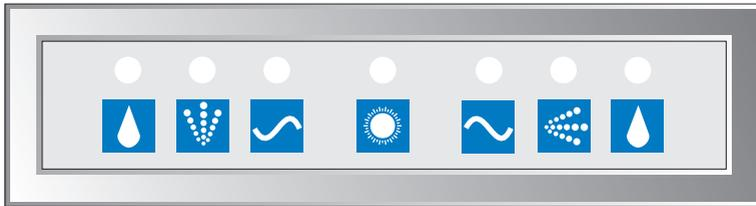

Figure 8
4.1.2 Commandes de combinaison Hydro/Aéro. (Veuillez consulter la figure 8)